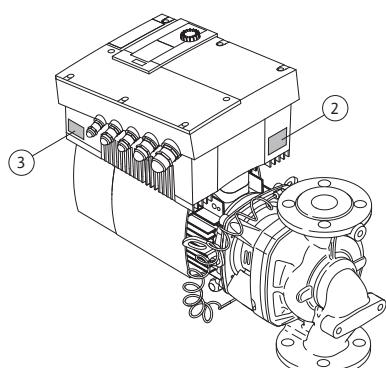

Fig. 12: Rozmieszczenie tabliczek znamionowych:
- Tabliczka znamionowa napędu znajduje się na module elektrycznym po stronie przepustów kablowych (Fig. 12, poz. 3). Podłączenie elektryczne musi być zgodne z danymi na tabliczce znamionowej napędu.